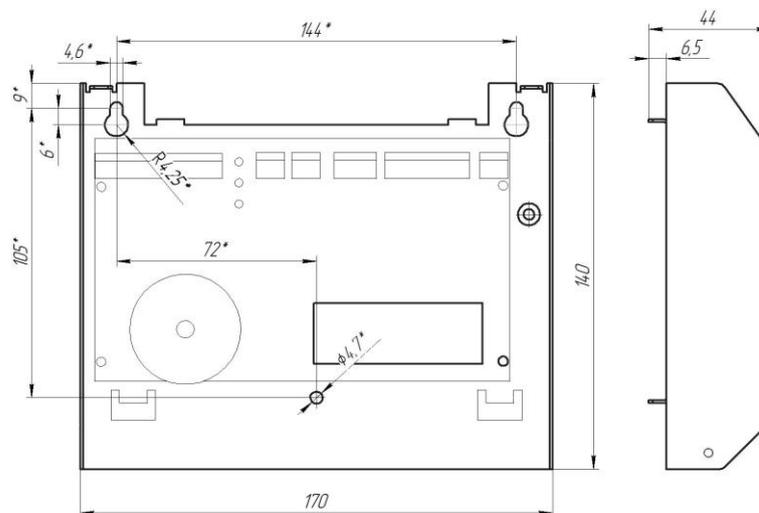

Рис.2. Габаритные и установочные размеры модуля УПТ.
6.1.1. Габаритные и установочные размеры модуля показаны на рис.2, принципиальная схема подключения - на рис.3.